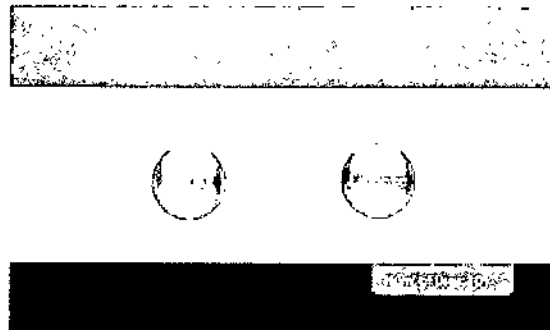

Figura 5-4: Pantalla de funcionamiento Modalidad de Selección
4. Pulse el botón Inicio; aparecerá la pantalla de Selección de la modalidad de funcionamiento (vea la Figura 5-4), que muestra lo siguiente: